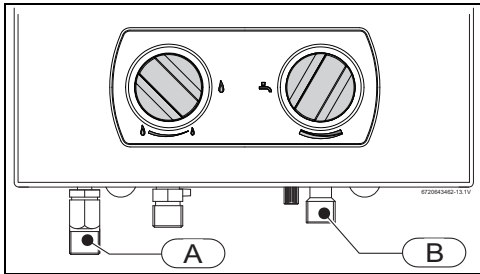

Fig. 15 Conexão da água
- ▶ Identificar a tubulação de água fria (Fig. 15, [B]) e de água quente (Fig. 15, [A]), de forma a evitar uma possível troca.